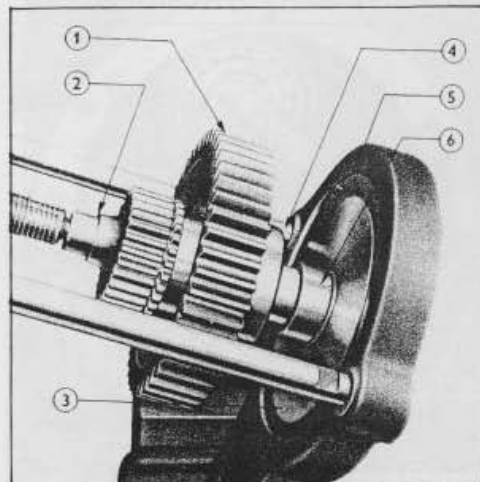

Fig. 14 = Repose du Manchon de Joint d'Arbre de Sortie secondaire
v) Séparer l'ensemble/arbre de l'outil; positionner le manchon de joint d'étanchéité sur l'arbre (l'extrémité chanfreinée du manchon tournée en sens opposé par rapport au roulement) puis replacer ce nouvel assemblage sur l'outil principal T.7000 (Fig. 14). Enfoncer à force le manchon de joint d'étanchéité pour qu'il vienne buter contre le roulement.